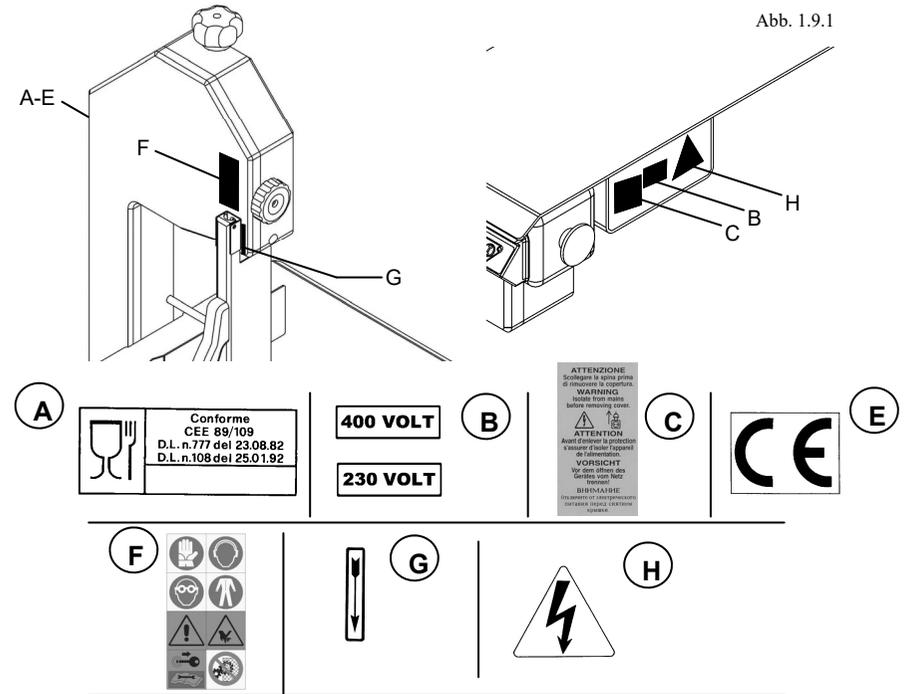

Abb. 1.9.1
**1.9 Hinweis- und Gefahrenschilder (Abb. 1.9.1)**